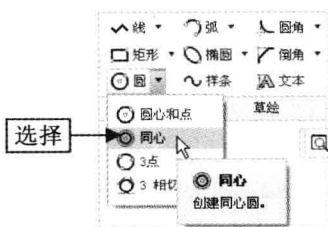

图 2-51 选择“同心”选项
Step 02 在“功能区”选项板中切换至“草绘”选项卡，单击“草绘”面板中“圆”右侧的下拉按钮，在弹出的下拉列表中选择“同心”选项，如图 2-51 所示。